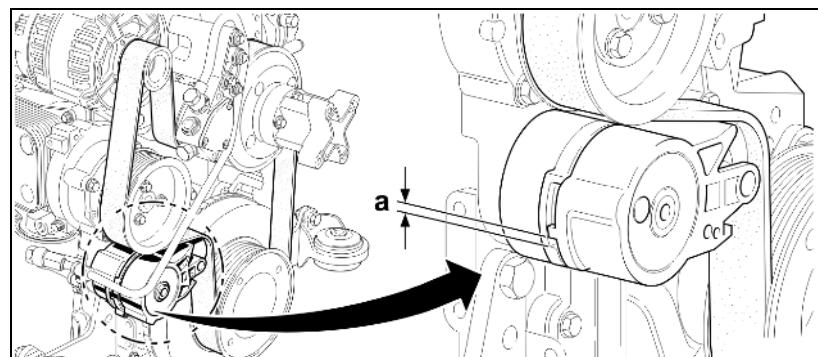

Fig. 170
1. Stil en opfangsbeholder under lukkeskruen (Fig. 170/1).